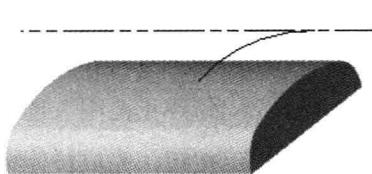
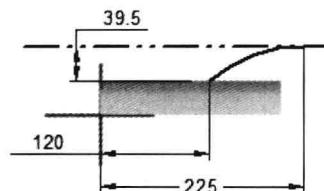

图 2.4 草图 1 (建模环境)
图 2.5 草图 2 (草绘环境)
Step3. 创建图 2.4 所示的草图 1。在 草图 区域中单击 按钮，选取右视图 (YZ) 平面为草图平面，进入草绘环境，绘制图 2.5 所示的草图 1，单击 按钮退出草绘环境。